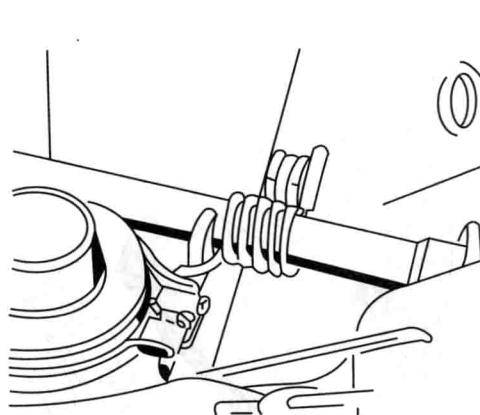
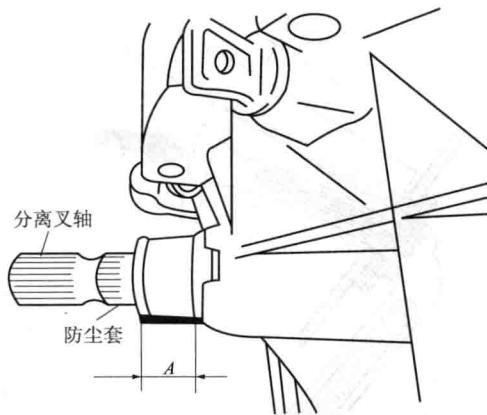

图 1-14 分离叉轴回位弹簧的安装
图 1-15 分离叉轴的安装
(10) 装复。
①将从动盘装在发动机的飞轮上,并用定芯棒定位。从动盘上的减振弹簧突出的一面应朝外。
②装上压盘组件,并用扭力扳手间隔螺栓。拧紧力矩为 $25 \text{ N} \cdot \text{m}$ 。
③用专用工具将分离叉轴套压入变速器壳上。
④在分离叉轴的左端装上回位弹簧。如图 1-14 所示,先将分离叉轴穿入变速器壳左边的孔中,再将分离叉轴的右边装入右边的衬套孔中。然后再装入左边的分离叉轴衬套和分离叉轴衬套座,如图 1-15 所示。将衬垫及导向套涂上密封胶,并装到变速器壳前面,旋紧螺栓。旋紧力矩为 $15 \text{ N} \cdot \text{m}$ 。